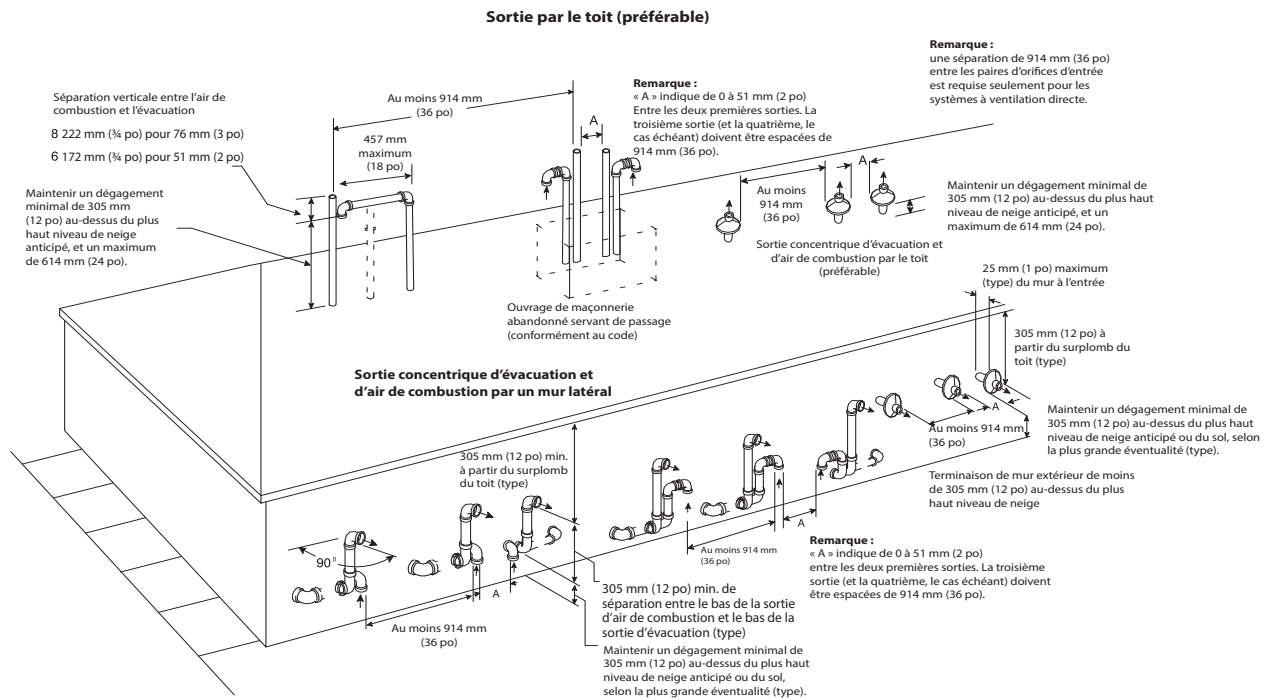
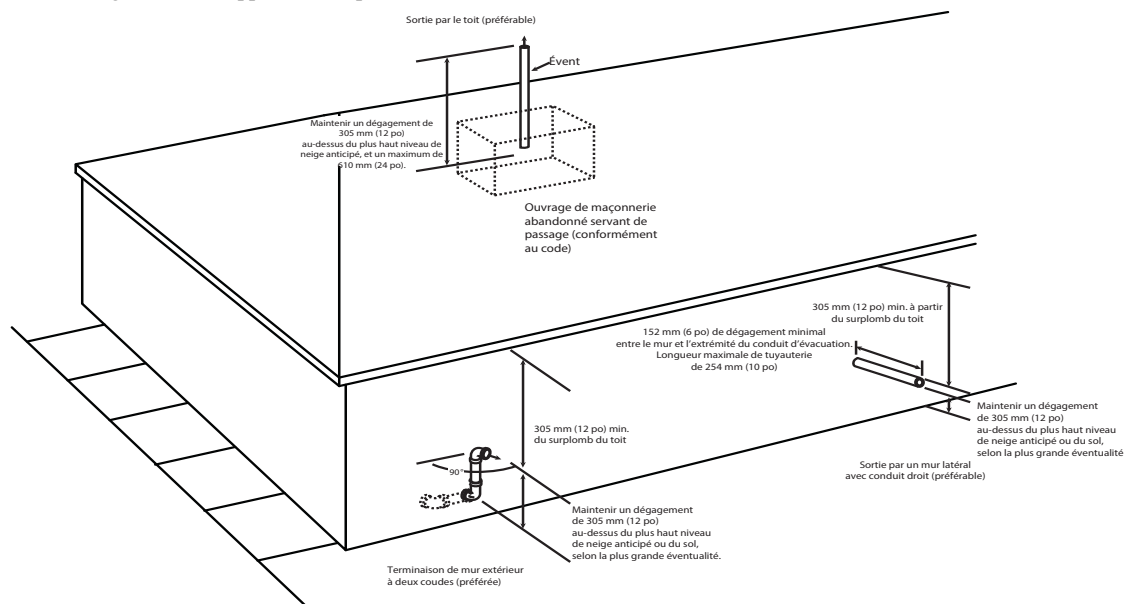
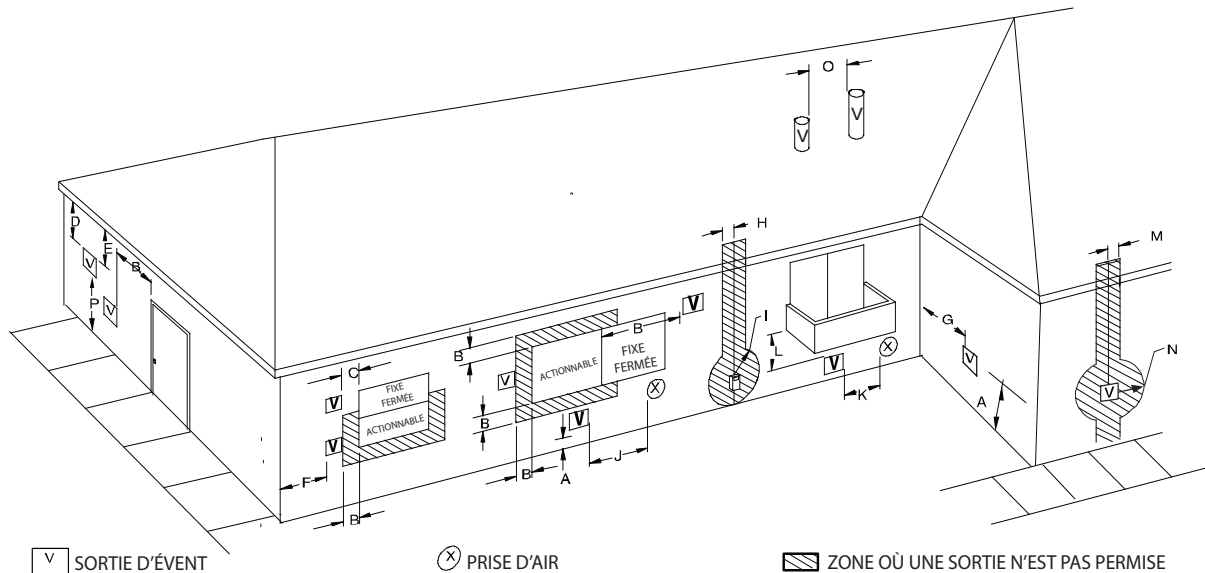
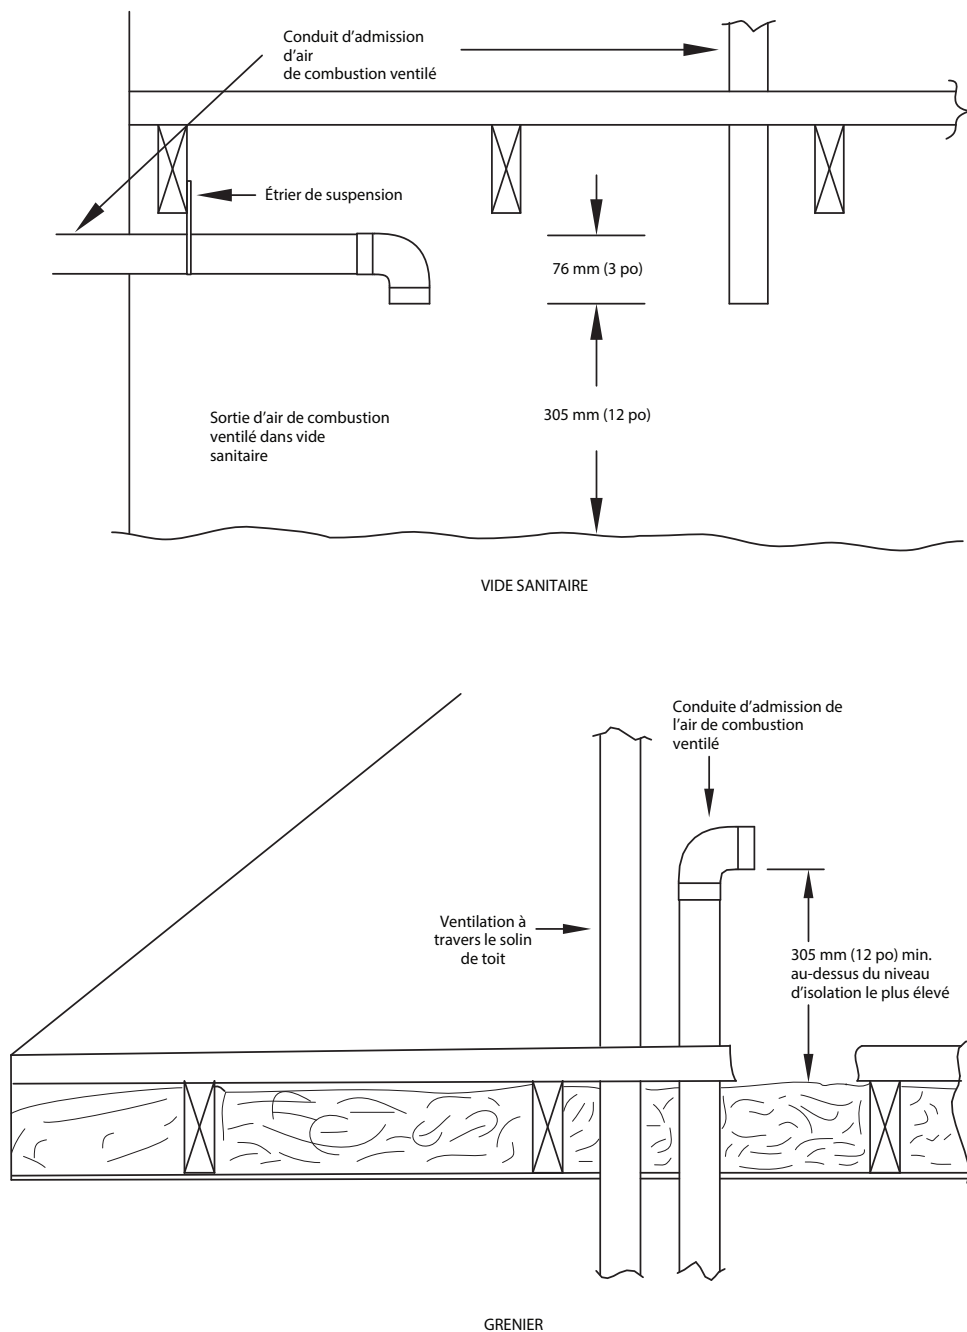

Fig. 42 – Air de combustion et sortie de ventilation pour système à ventilation directe (deux conduits)
Fig. 43 – Sortie de ventilation pour système à ventilation indirecte et à air de combustion ventilé
Fig. 47 – Dégagement des sorties des systèmes à air de combustion ventilé et à ventilation indirecte
Fig. 52 – Sorties d'évent pour système à air de combustion ventilé
isolés et supportés. Chaque chaudière doit avoir son propre ensemble de tuyaux d'évent et d'air de combustion qui débouchent séparément, tel qu'illustré à la Fig. 42 pour un système à ventilation directe (deux conduits) ou à la Fig. 43 pour un système à conduit simple ou à air de combustion ventilé.
Dans le cas d'un système à air de combustion ventilé, l'évent aboutit et évacue les produits de combustion directement à l'extérieur, comme un système à ventilation directe. Consultez la Fig. 47 pour connaître les exigences de dégagement du code national.
Dans un système à évacuation indirecte (un conduit), tout l'air de combustion est prélevé directement de la zone adjacente à la chaudière et tous les produits de combustion sont évacués à l'extérieur dans l'atmosphère. L'air de combustion doit être fourni conformément à la section Air de combustion et de ventilation. Une cheminée inutilisée n'est pas adéquate pour fournir l'air extérieur à la chaudière. Consultez la Fig. 47 pour connaître les exigences de dégagement du tuyau d'évent du code national.
Pour les dégagements de sortie de ventilation, consultez les codes nationaux présentés à la Fig. 46 pour un système à ventilation directe / deux conduits et à la Fig. 47 pour un système à air de combustion ventilé / ventilation indirecte / conduit simple. Pour la disposition des sorties extérieures, consultez la Fig. 42 pour le système à ventilation directe / deux conduits et la Fig. 43 pour les systèmes à air de combustion ventilé / ventilation indirecte / conduit simple. Communiquez avec les responsables des codes locaux pour connaître les autres exigences des codes nationaux présentés dans ces figures ou les dérogations à ceux-ci.
1. Se conformer à toutes les exigences en matière de dégagements, tel qu'indiqué à la Fig. 46 ou à la Fig. 47 selon l'application.
Les conduits d'air de combustion et d'évacuation du système de ventilation directe (deux conduits) doivent se terminer hors de la structure. Consultez la Fig. 46 pour connaître les dégagements requis par les codes nationaux en matière d'évacuation. Les sorties de conduits d'évacuation et d'air de combustion admissibles sont indiquées à la Fig. 42.
Le conduit d'évacuation d'un système à air de combustion ventilé doit se terminer à l'extérieur. Consultez la Fig. 47 pour connaître les exigences de dégagement du tuyau d'évent du code national. Les sorties d'évacuation admissibles sont indiquées à la Fig. 43. Le conduit d'air de combustion se termine dans un grenier ou un vide sanitaire bien aéré. Conformez-vous aux dégagements indiqués à la Fig. 52.
Le conduit d'évacuation d'un système à ventilation indirecte (conduit simple) doit se terminer à l'extérieur. Pour connaître les exigences relatives aux dégagements des événements du code national, consultez la Fig. 47. Les sorties d'évacuation admissibles sont indiquées à la Fig. 52.